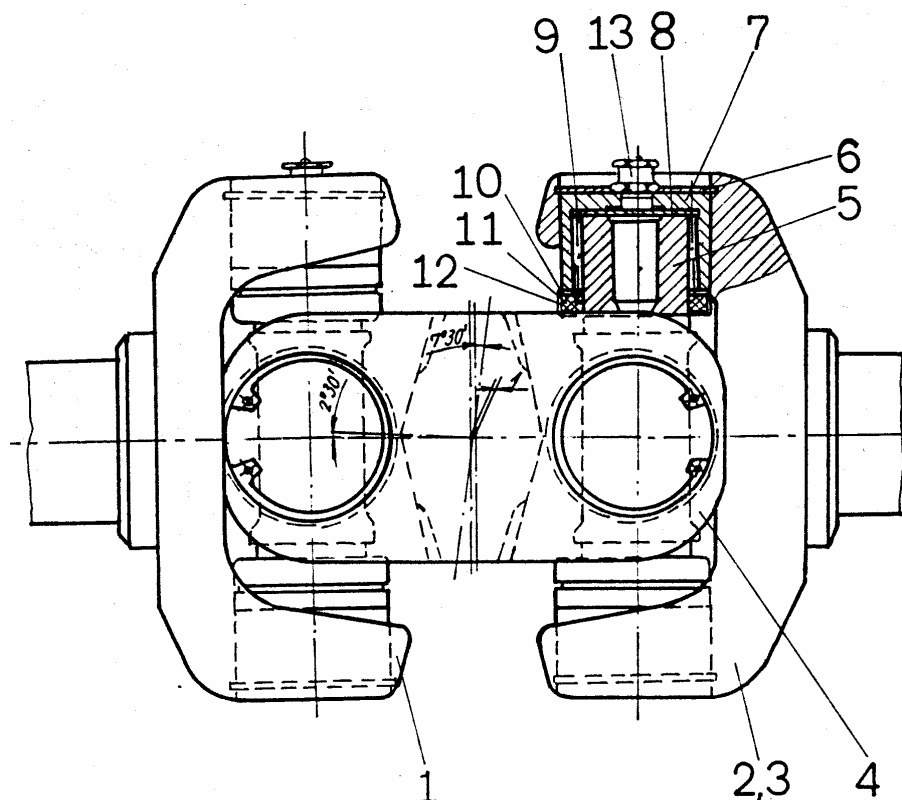

Рис.3. Сборка ведущих валов
2. Проверить исправность рабочих поверхностей ведущих полуосей, шарнир и крестовин. Ввилку внутренней ведущей вал запрессовать на глубину примерно половины гнезда собранный подшипник. Крестовину одним шипом продеть в свободное отверстие ввилкевала и противолежащий шип вложить в предварительно частично запрессованный подшипник. Подшипник затем напрессовать на полную глубину вплоть до канавки под стопорное кольцо и фиксировать стопорным кольцом 6 (рис. 3).
Внимание!: при сборке крестовин нужно у шипа со смазочным отверстием ставить подшипник кардана с установленной пресс масленкой 13 (рис.3).